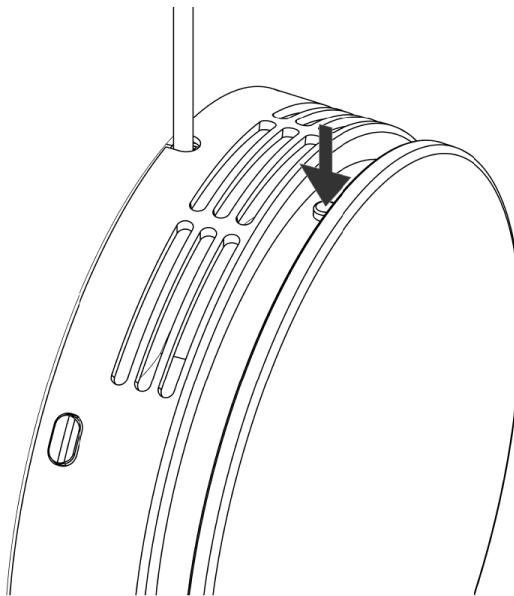

Figure 45 - Démarrage de l'AM 50 (test d'installation)
2. Appuyez sur le bouton du haut pour démarrer l'AM 50 (voir Figure 45 ci-dessous). L'AM 50 démarre sur le réglage de ventilation le plus bas. Laissez-la fonctionner de 30 secondes à 1 minute sur ce réglage. Vous devez sentir un léger flux d'air en provenance des grilles du haut et écouter si la centrale fonctionne.